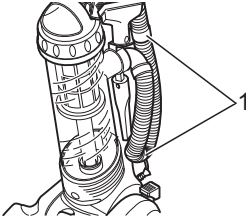

Abb. 8
- Ziehen Sie den flexiblen Saugschlauch aus der Saugschlauch-Halterung (Abb. 8/1).
4. Befestigen Sie den flexiblen Saugschlauch an den Saugschlauchhalterungen (Abb. 8/1).